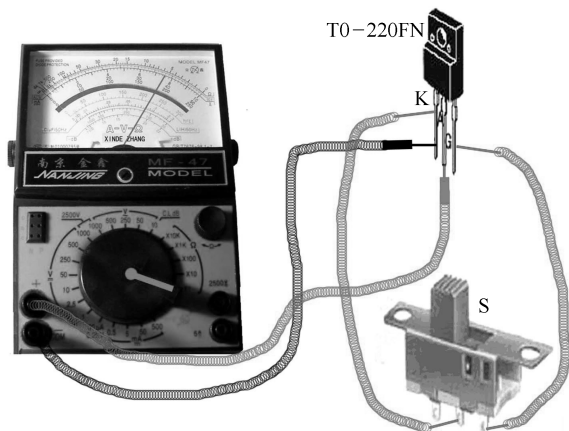

图 2-42 测量小功率晶闸管触发能力电路
2) 小功率单向晶闸管触发能力的判别：图 2-42 所示是一种测量小功率晶闸管触发能力的电路。使用指针式万用表，将表笔置于 $R \times 1$ 或 $R \times 10$ 挡，检测步骤如下：